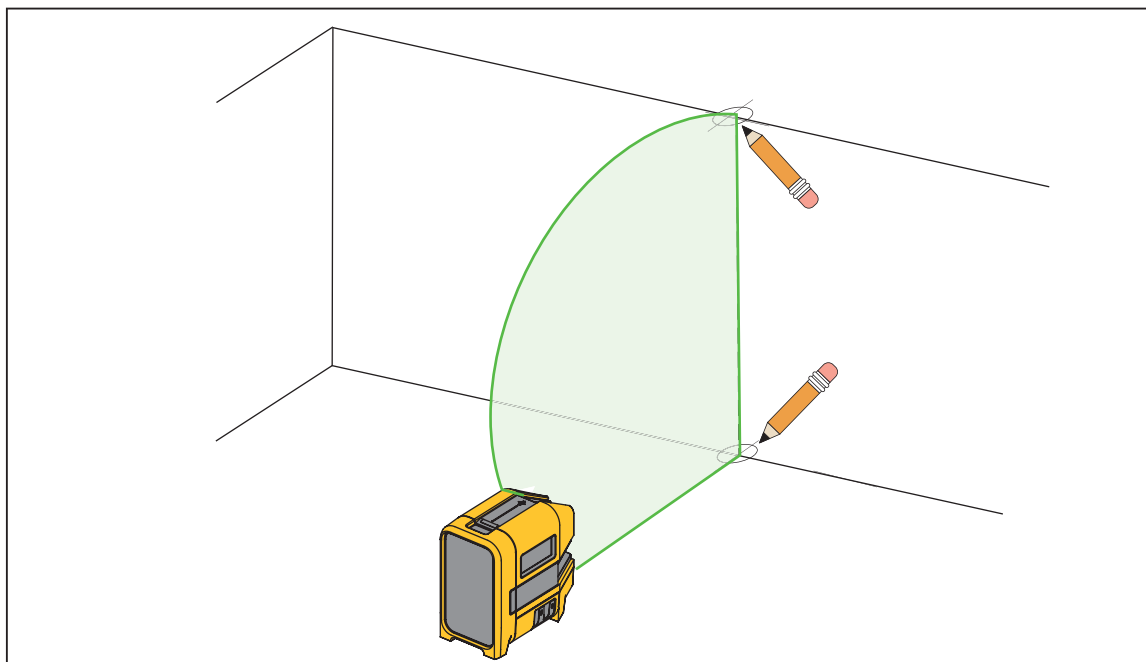

Figura 3. Nueva alineación vertical
2. Encienda el láser vertical y apúntelo al área objetivo. Consulte la figura 3.